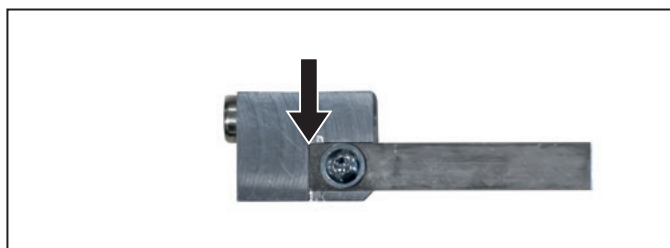

Figura 8.4 Sostituire il taglia manicotto
- Sostituire la lama con una nuova. Accertarsi che la nuova lama sia inserita in modo corretto e a filo, vedi Figura 8.4.